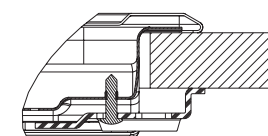

Fig. 1
1. Fest fjærklemmene (A) (fig. 1) med de medfølgende skruene. Pass på at de oppførte avstandene blir riktige.